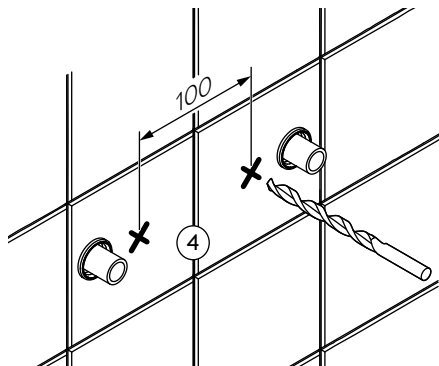

Fig. 1
Alla infästningar i våtzon 1 och 2 ska tätas, se "Fig. 1" eller "Fig. 2". Material för tätning ska fästa mot underlaget och vara vattenbeständigt, mögelresistent och åldersbeständigt.
4. The screw mountings should be of a sturdy design, for instance made of concrete, wooden studs, wooden nogging pieces or a design that has been tested and approved for mounting, e.g. pad design. All attachment points must be sealed. See "Fig. 1" or "Fig. 2". The sealant material must attach firmly to the underlying surface and be water-resistant, mould-resistant and non-ageing.